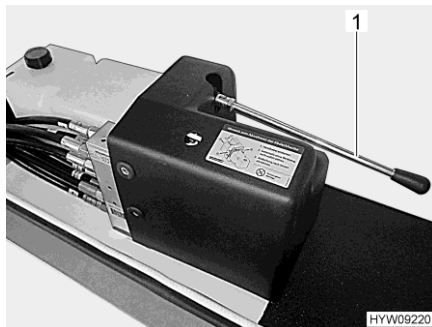

Fig. 45 Palanca (manejo de emergencia)
- Plegar el apoyo de elevación con la bomba manual. Para ello, bombear con la palanca (Fig. 45,1) hasta que el apoyo de elevación esté plegada.